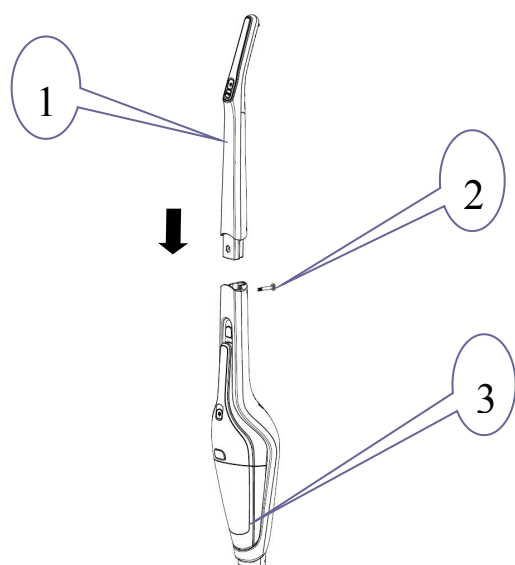

Fig. 3-1
Insérez la poignée (1) dans le corps (3) dans le sens indiqué sur l'illustration Fig.3-1. Ensuite, fixez le boulon (2) à la douille (3) dans le sens indiqué sur l'illustration Fig.3-1 afin que la poignée puisse être verrouillée en toute sécurité dans le corps.